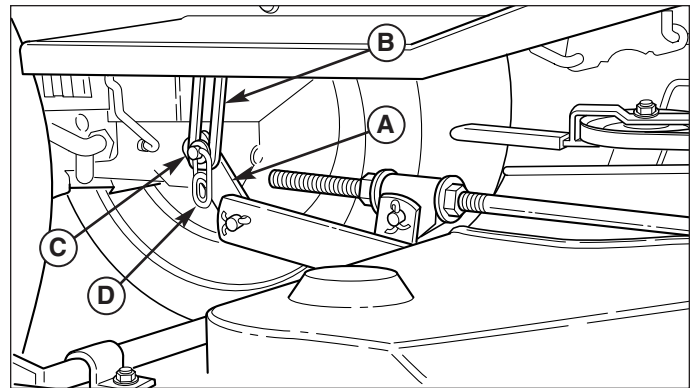

Figure 6. Bras de relevage (vue de dessous du côté droit du tracteur)
4. Séparer le bras de relevage de la tondeuse (A, Figure 6) du bras de relevage du tracteur (B). Remettre la rondelle et le clip de sûreté (D) en place.
4. Voir la Figure 6. Raccorder le bras de relevage de la tondeuse (A) au bras de relevage du tracteur (B) au moyen de la rondelle plate (C) et du clip de sûreté (D).